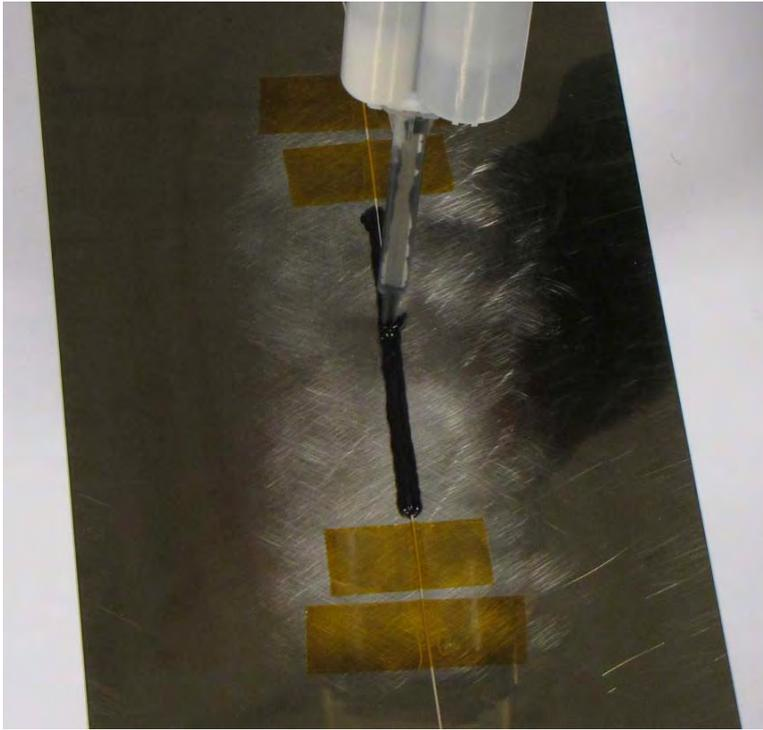

Fig. 2.7: Copertura del sensore a fibra ottica OptiMet-PKF col collante X120
3. Ora applicare un altro strato di X120 per annegare nel collante il sensore a fibra ottica OptiMet-PKF. Per evitare la formazione di bolle d'aria, tenere l'ugello miscelatore il più vicino possibile alla fibra e verticale rispetto alla superficie del pezzo (Fig. 2.7).